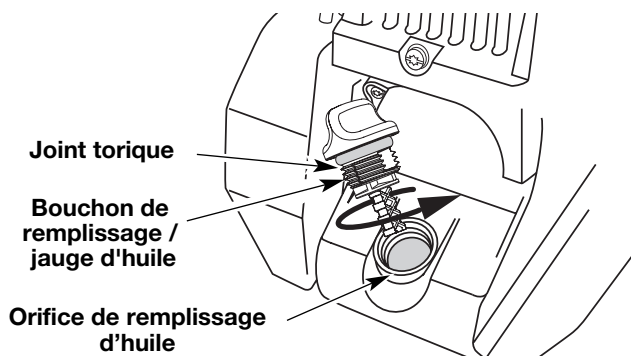

Fig. 53
- Si le niveau est trop bas, ajoutez un peu d'huile par l'orifice et revérifiez (Fig. 53). Continuez jusqu'à ce que le niveau d'huile atteigne le haut de la jauge.
REMARQUE : Assurez-vous que le joint torique est mis sur le bouchon de remplissage / jauge d'huile au moment de la vérification et du changement d'huile (Fig. 53).
- Versez l'huile de l'orifice de remplissage dans un récipient en inclinant l'appareil à la verticale (Fig. 53). Allouez assez de temps pour une vidange complète.